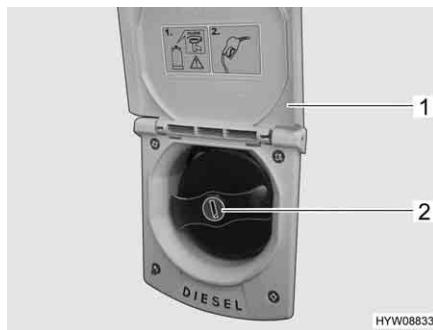

Fig. 29 Bocchettone di riempimento per il rifornimento di carburante
- Alzare lo sportello (Fig. 29,1) verso l'alto.
- Inserire la chiave nel cilindro della serratura (Fig. 29,2) e ruotare in senso antiorario.